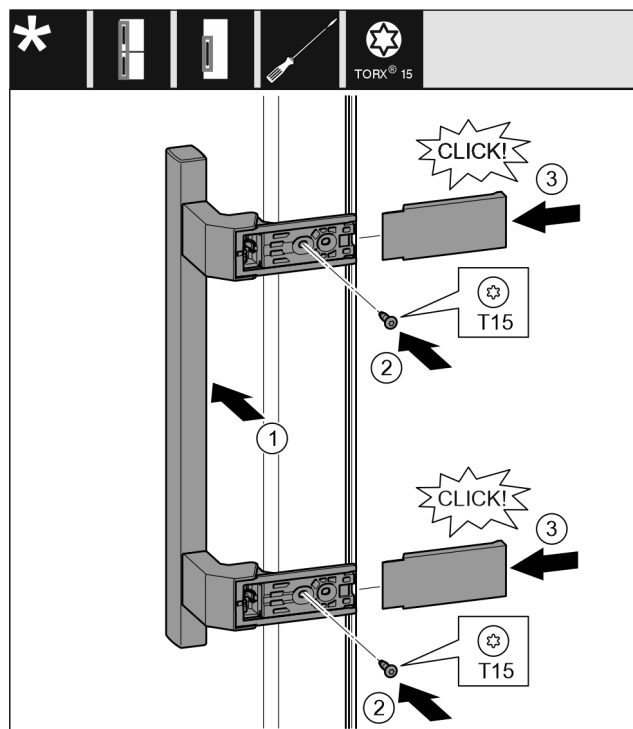

Fig. 17
- Griff auf der Gegenseite ansetzen. Fig. 17 (1)
- Schrauben mit Schraubendreher T15 festschrauben. Fig. 17 (2)
- Abdeckungen seitlich ansetzen und aufschieben. Fig. 17 (3)